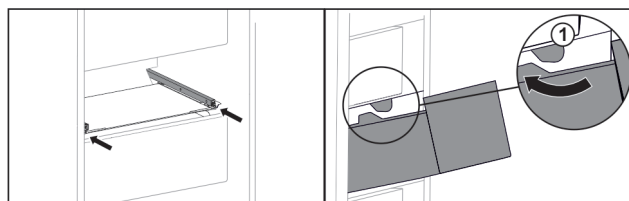

Fig. 115
- Vie vetolaatikko rajoittimen Fig. 115 (1) ohi.